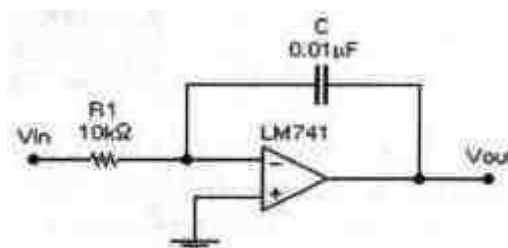

Рисунок 8.1
**Краткие сведения из теории** На основе ОУ можно построить почти идеальные интеграторы. На рис. 8.1 показана простейшая схема, выполняющая эту функцию. Ее выходное напряжение  $U_{вых}$  связано с входным напряжением  $U_{вх}$  следующими соотношениями: